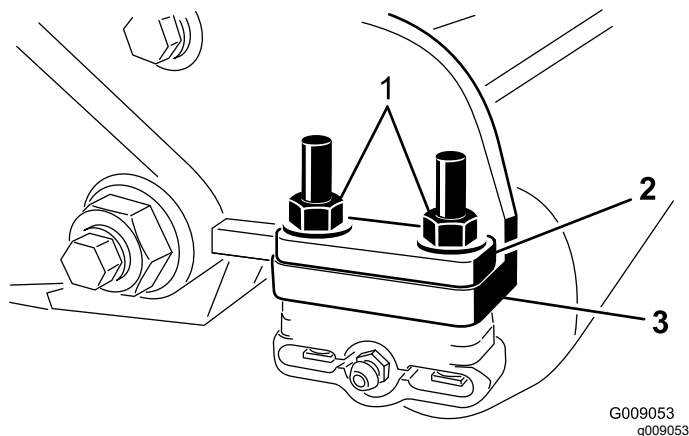

Рисунок 7
- Отверните две фланцевые контргайки, соединяющие каждый кронштейн катка с боковыми пластинами (**Рисунок 7**).